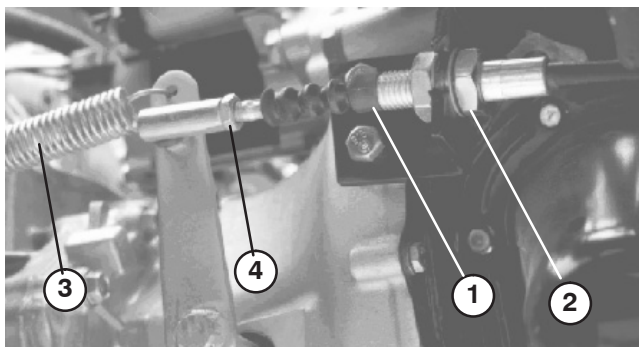

Figure 60
1. Desserrez les écrous de blocage qui fixent le câble d'embrayage au support sur le carter d'embrayage (Fig. 60).